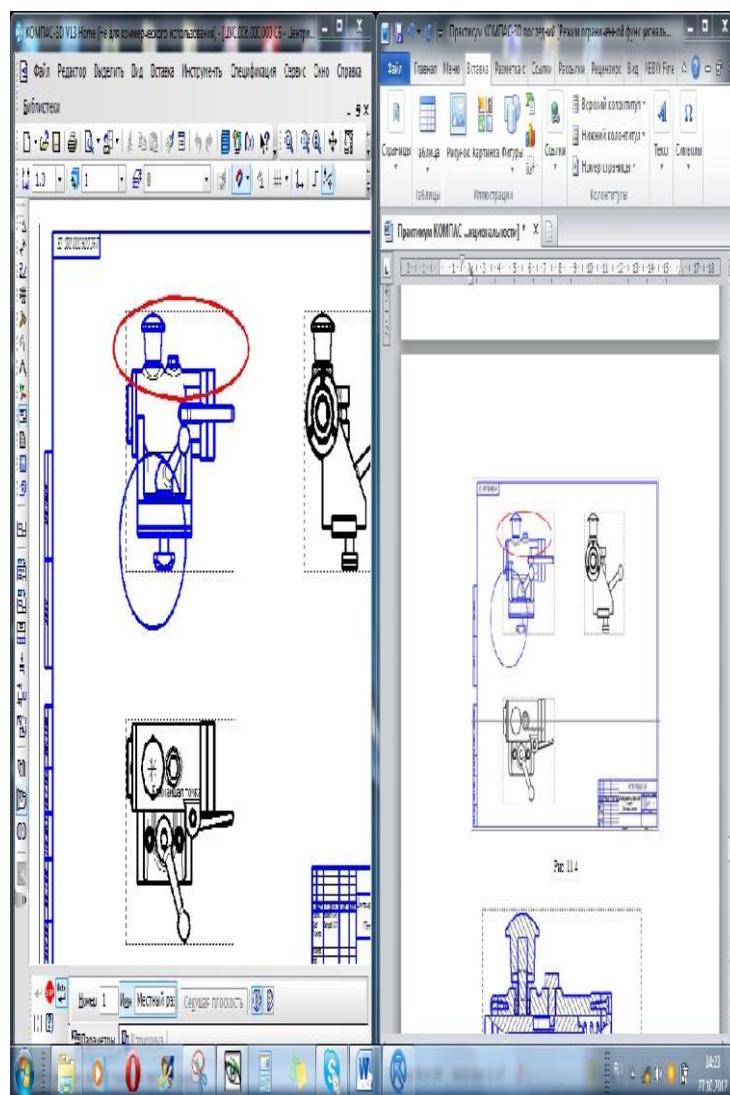
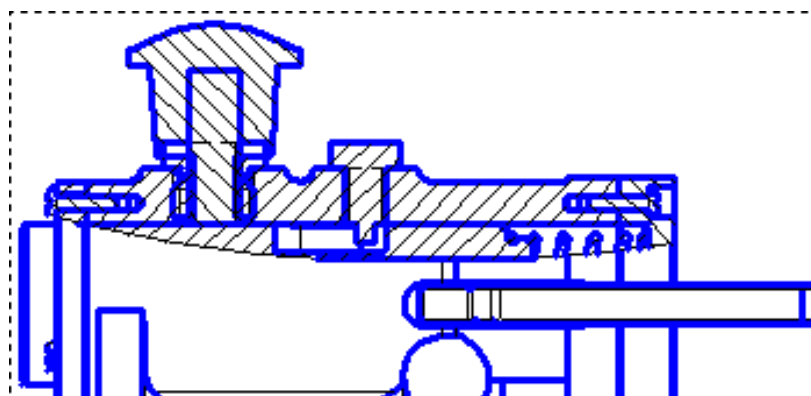

Рис. 116
Рис. 117
- на запросы команды выделите эллипс и укажите положение секущей плоскости местного разреза на виде сверху (рис. 116) с использованием привязки – на главном виде будет создан местный разрез (рис. 117).